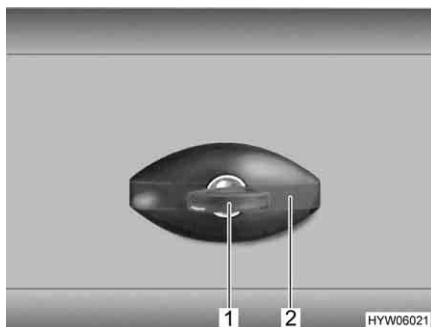

Fig. 23 Serratura dello sportello, ellittico, chiuso
- Inserire la chiave nel cilindro della serratura (Fig. 23,1) e ruotare in senso antiorario di un quarto di giro. La maniglia della serratura (Fig. 23,2) scatta all'infuori.